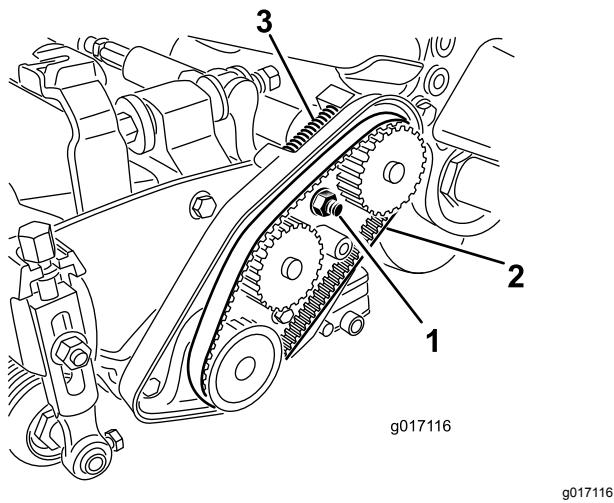

Figura 17
3. Desaperte a porca da estrutura do rolamento (Figura 17).
5. Retire a correia (Figura 17).